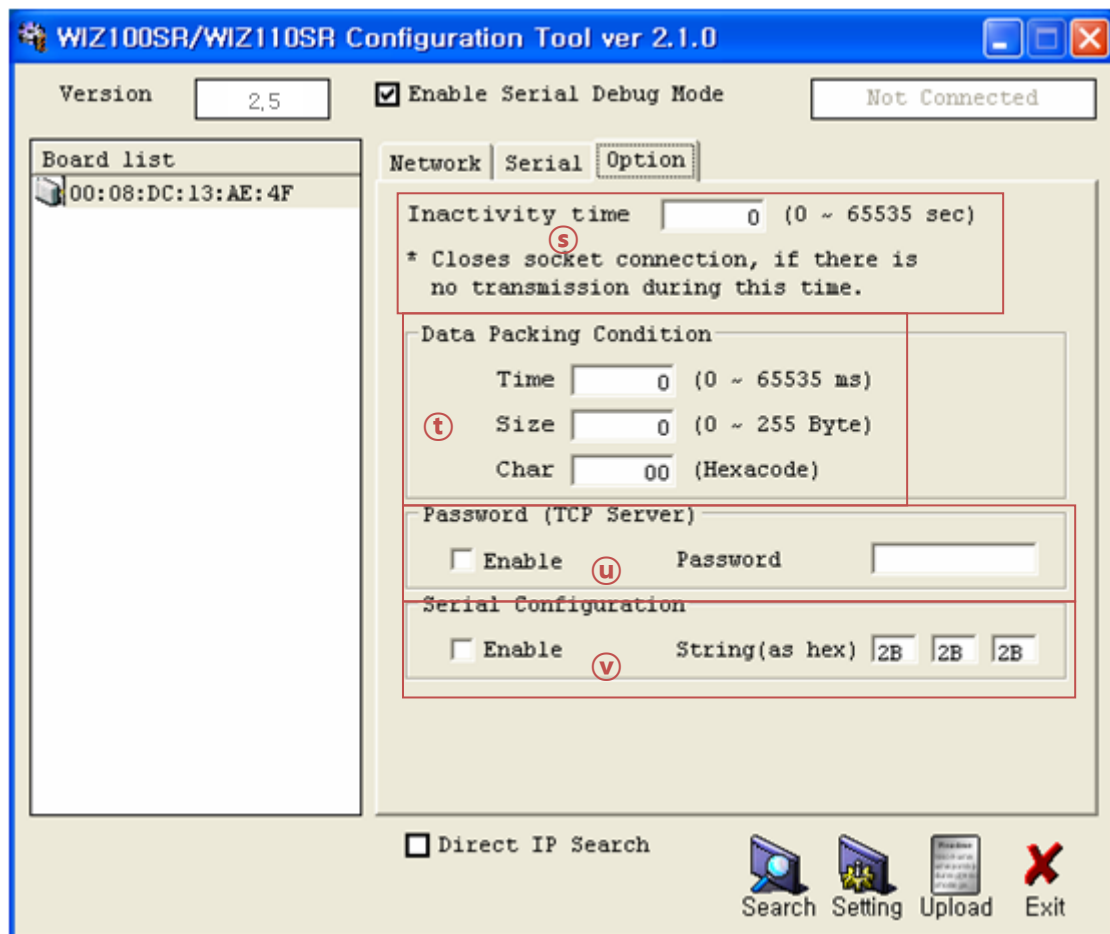

图 10. 配置工具(选项配置.)
3. 如图 10所示, 选择 Option 标签并点击“Password”菜单的‘Enable’框。
⑤Serial Configuration:
- ① 选择在 “Board list” 中的一个模块，点击 “Upload” 按钮。
- 👉 在通过以太网升级之前，首先通过图10所示的配置工具程序设置WIZ100SR的网络信息。通过使用Ping测试，可以检查网络是否正确配置。
- ② 当窗口如下图所示时，选择升级文件并点击 “Open” 按钮。